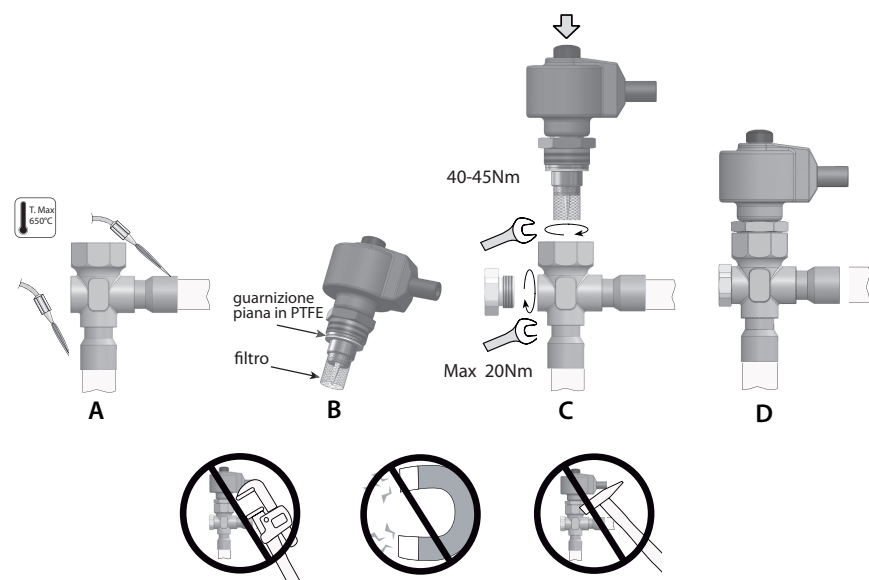

Fig.2
Seguire la successione indicata in Fig. 2 procedendo in questo modo:
2. Procedere alla saldatura orientando la fiamma verso l'estremità dei raccordi come da fig. 2 A (per una migliore brasatura senza alterare la tenuta della zona di saldatura tra corpo e raccordi utilizzare lega con temperatura di fusione inferiore a 650 °C o con tenore di argento superiore del 25 %).
5. Verificare che il filtro in rete metallica sia inserito sulla boccola di ottone (Fig.2-B). In caso contrario, posizionarlo come in figura e portarlo in battuta. **Attenzione! Utilizzare il filtro solo in mono-direzionale con ingresso del fluido dal raccordo laterale. In caso di utilizzo della valvola in direzione contraria, prevedere apposito filtro nel circuito, togliendo quello fornito.**
Serrare la cartuccia portando la ghiera in battuta sul corpo valvola con una coppia di serraggio suggerita di 40-45 Nm (Fig. 2 C). Per favorire un più rapido assemblaggio della valvola, si consiglia di non smontare il motore dalla cartuccia.
The Unipolar E²V-S valves must be joined to the circuit by braze welding the copper fittings to the condenser outlet (IN) and evaporator inlet (OUT) pipes. Proceed as indicated in Fig. 2:
2. Weld by aiming the flame at the ends of the fittings as shown in Fig. 2-A (for better braze welding without affecting the seal of the welded area between the body and the fittings, use alloys with a fusion temperature less than 650 °C or with a silver content above 25%);
4. Make sure that the PTFE flat gasket is present in its seat (Fig. 2-B). Otherwise, take a flat gasket from the packaging and place it in the cartridge from the side of the brass bushing.
5. Make sure that the metal mesh filter is inserted on the brass bushing (Fig.2-B). Otherwise, position it as shown in the figure and make sure it's properly in place. **Warning! Only use the one-way filter with fluid inlet from the connection side. If using the valve in the opposite direction, install a special filter in the circuit, removing the one supplied.**
6. Tighten the steel cartridge in its threaded socket on the valve body using a 24 mm spanner. Tighten the cartridge on the valve body to a recommended tightening torque of 40-45 Nm (Fig. 2-D). For faster valve assembly, do not remove the motor from the cartridge. **Warning! If the threaded rod comes completely out of the cartridge, proceed as follows:**